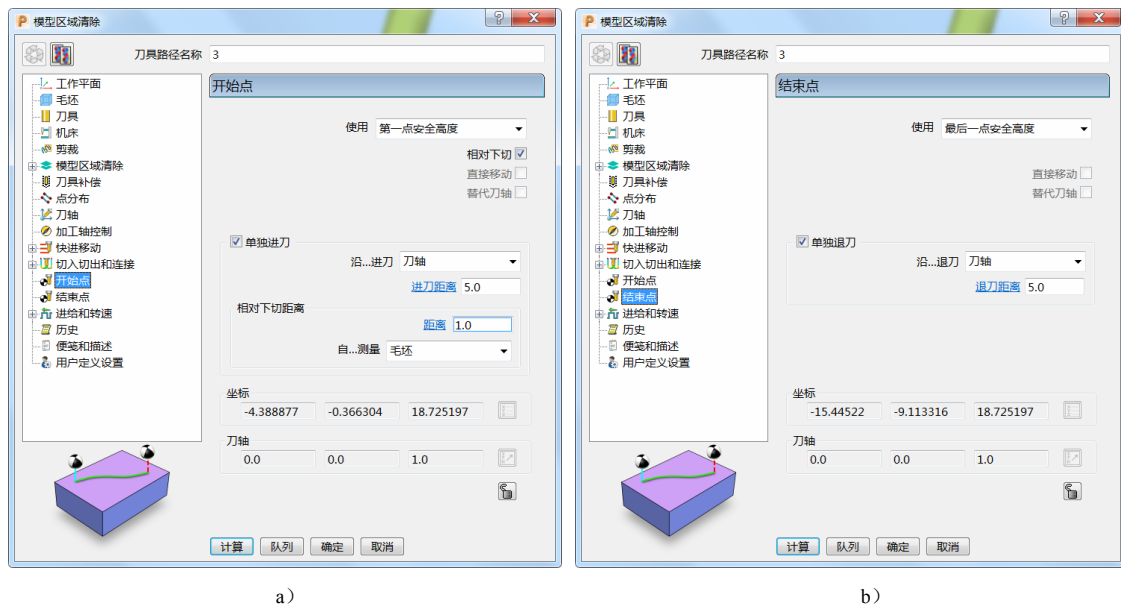

图 4-29
9) 开始点和结束点: 开始点选择“第一点安全高度”, 结束点选择“最后一点安全高度”。勾选“相对下切”“单独进刀”及“单独退刀”, 设定进刀距离“5.0”、相对下切距离“1.0”, 自毛坯测量, 退刀距离“5.0”, 沿刀轴进刀与退刀。(图 4-29)